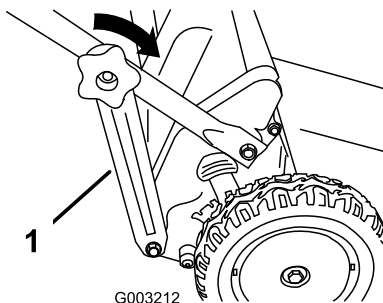

Figure 6
- Fixez les supports (Figure 6) sur les côtés de la partie inférieure du guidon.